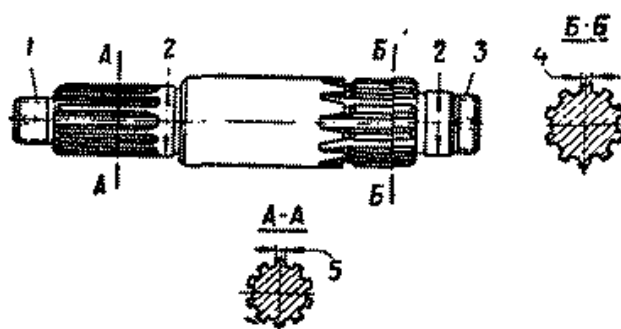

Рис. 131. Вал привода к переднему мосту
4. Вал привода к переднему мосту (рис. 131)